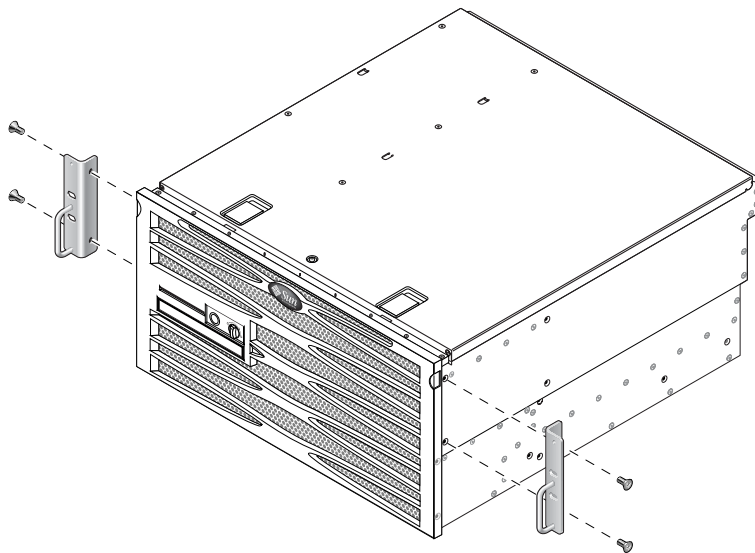

图 3-7 将固定式装配托架固定到服务器上
2. 用四颗自带的 M5 × 8 毫米十字平头螺丝（每个托架用两颗），将两个固定式装配托架固定到服务器的两侧（图 3-7）。